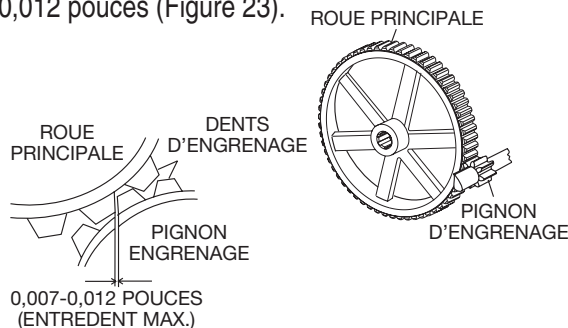

Figure 23. Pignon d'engrenage et engrenage principal (réaction)
3. En utilisant votre main, déplacer légèrement (balancer) la poulie d'entraînement d'avant en arrière pour déterminer la réaction. Insérer une jauge d'épaisseur entre les engrenages pour déterminer la distance de la réaction. La réaction devrait se situer entre 0,007 et 0,012 pouces (Figure 23).